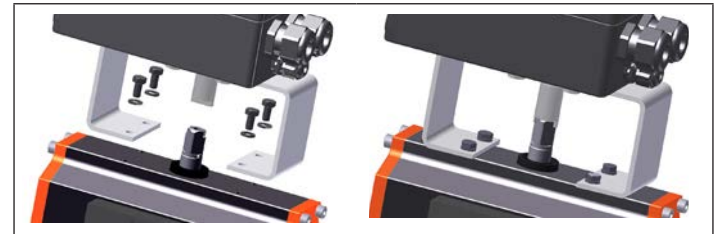

Fig. 8 : Fixation de l'actionneur pivotant
- Mettre en place le type EP 501 / EP 501 C avec adaptateur de montage sur l'actionneur pivotant et le fixer (voir « Fig. 8 »).